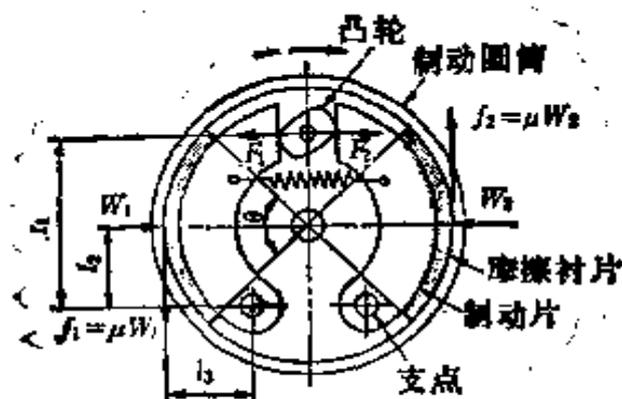

图3.29 内侧制动器
**【发展】** 如图3.29所示，两个制动片在制动器内侧制动，制动片向外扩张，与制动器的圆筒相接触而起着制动的作用。